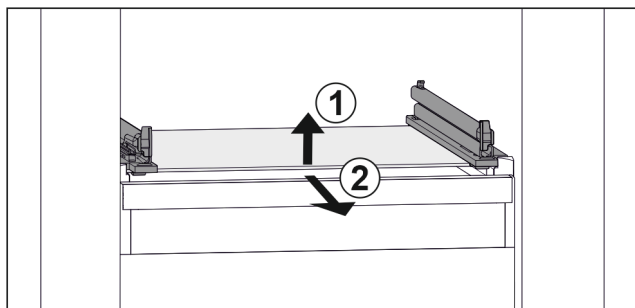

Fig. 45 Beispielhafte Darstellung der Glasplatte
- ▶ Glasplatte vorne anheben. Fig. 45 (1)
- ▶ Glasplatte nach vorne entnemen. Fig. 45 (2)